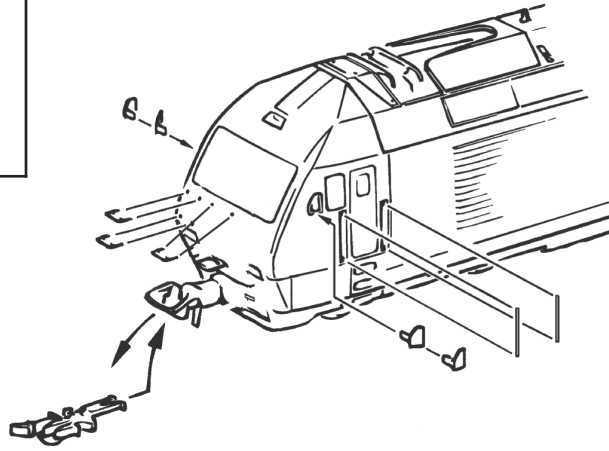

Fig. 4
2. Schmierung: Versehen Sie die im Schmierplan in Fig. 5 gekennzeichneten Stellen mit nur **kleinen Öltropfen**. Dazu zuerst das Lokgehäuse abnehmen (Fig. 4). Für die regelmäßige Schmierung der Radachsen empfiehlt es sich, zuerst mit größter Sorgfalt den Getriebedeckel abzunehmen. Die dafür notwendige Vorgehensweise wird in Fig. 8 grafisch dargestellt. Wir empfehlen den ROCO **Öler Art.-Nr. 10906**. Fürs Schmieren der Getriebeteile (Zahnräder, Schnecke) empfehlen wir das **ROCO-Spezialfett Art.-Nr. 10905**. Im Falle der Schmierung diese Teile **nicht ölen**.
4. Kohlebürstenwechsel: Lokgehäuse abnehmen (Fig. 4). Danach wird der Motor ausgebaut und die Kohlebürsten ausgewechselt (Fig. 9).
2. Lubrication: Apply **tiny oil drops** to spots marked in fig. 5. Prior to lubrication dismantle locomotive (fig. 4). We recommend using item no. **10906, ROCO oiler**. For lubrication the gearparts (e.g. cogwheels, worm) we should recommend our ROCO **special grease** (item no. **10905**).
4. Carbon Brush Changing: First remove locomotive body (fig. 4), and then the motor (fig. 9).
2. Graissage: N'appliquez **qu'une toute petite goutte** aux endroits indiqués par le plan de graissage (fig. 5) après avoir démonté la caisse de la locomotive (fig. 4). Nous vous recommandons le **graisseur à huile ROCO réf. 10906**. Pour graisser les engrenages (roues dentées, vis sans fin) nous vous conseillons la **graisse spéciale ROCO réf. 10905** pour engrenages en matières synthétiques. Lorsque vous utilisez cette graisse il faut éviter d'huiler ces composants.
4. Remplacement des balais du moteur: Démontez la caisse (voir fig. 4). Démontez ensuite le moteur et échangez le balais (fig. 9).